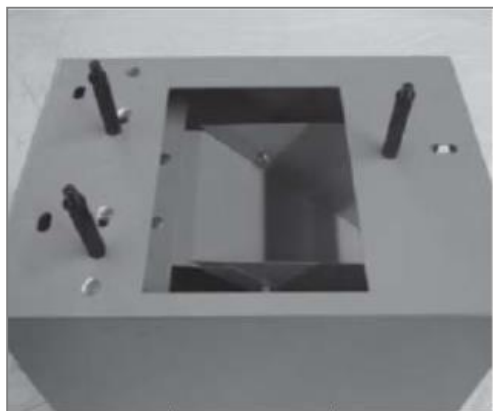

Рис. 4
2. Совместить два отверстия в верхней части станины с отверстиями в корпусе станка (**Рис. 4**).